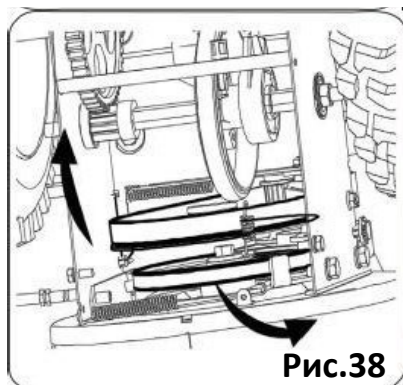

Рис.38
- Отцепите пружину опорного кронштейна от рамы см.рис.38.